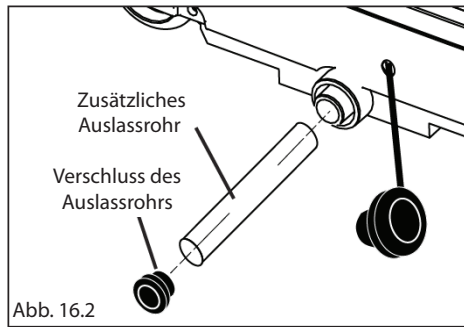

Abb. 16.2
**ANMERKUNG:** Um sich den Wasserauslassprozess zu vereinfachen, können Sie ein zusätzliches Auslassrohr verwenden. Prüfen Sie nach dem erfolgreichen Auslassen von Wasser, ob der Verschluss des Auslassrohrs gut dichtet (Abb. 16.2).